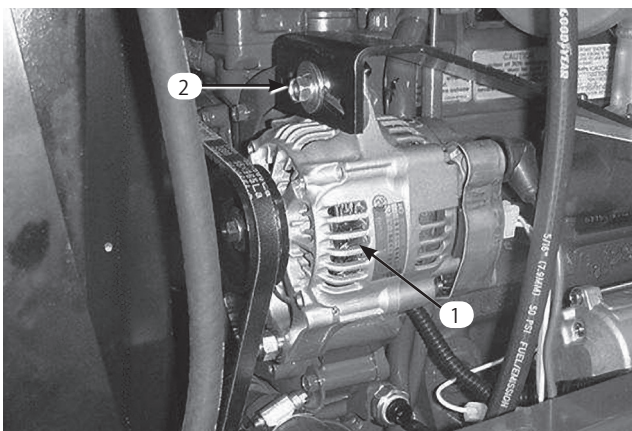

図51
1. オルタネータのベルト(図51)は150運転時間ごとに点検調整します。